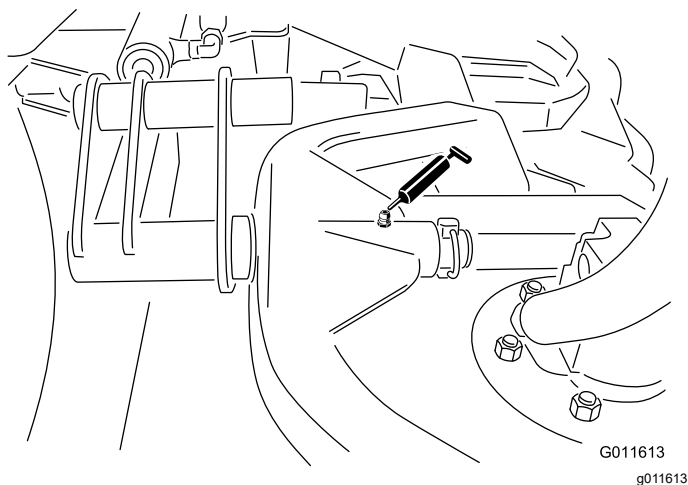

Рисунок 73
- Шарниры несущей рамы режущего блока (по 1 шт.) — Рисунок 73